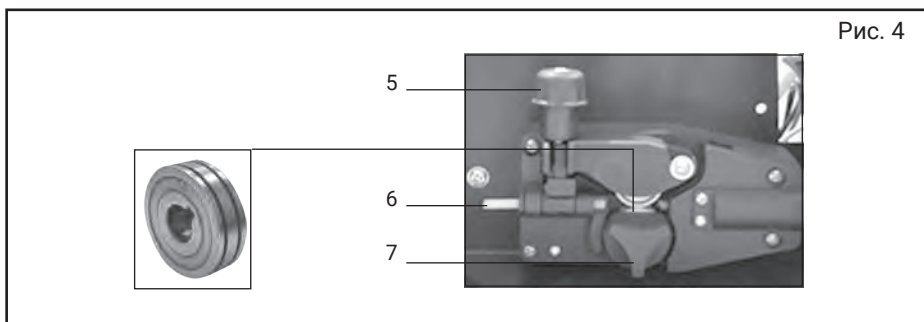

Рис. 4
7.2.3 установите катушку с сварочной проволокой на шкиф (рис. 2, поз. 2), так что бы при подаче проволоки катушка вращалась против часовой стрелки, для этого необходимо открутить фиксатор шкива (рис. 2, поз. 1) установить катушку и зафиксировать ее в обратной последовательности, после чего пропустите сварочную проволоку в механизм подачи (рис. 4):
- открутите фиксатор изменения усилия зажатия (рис. 4, поз. 5) и откройте прижимной механизм подачи проволоки отведя его вверх;
- проверьте, что бы размер канавки ролика на прижимном механизме соответствовал диаметру используемой сварочной проволоки, при необходимости поменяйте положение ролика открутив фиксатор ролика (рис. 4, поз. 7) против часовой стрелки;
- пропустите проволоку внутри направляющей трубки (рис. 4, поз. 6) и дальше в механизм подачи;
- опустите прижимной механизм и установите необходимое усилие прижима ролика поворотом фиксатора (рис. 4, поз. 5);